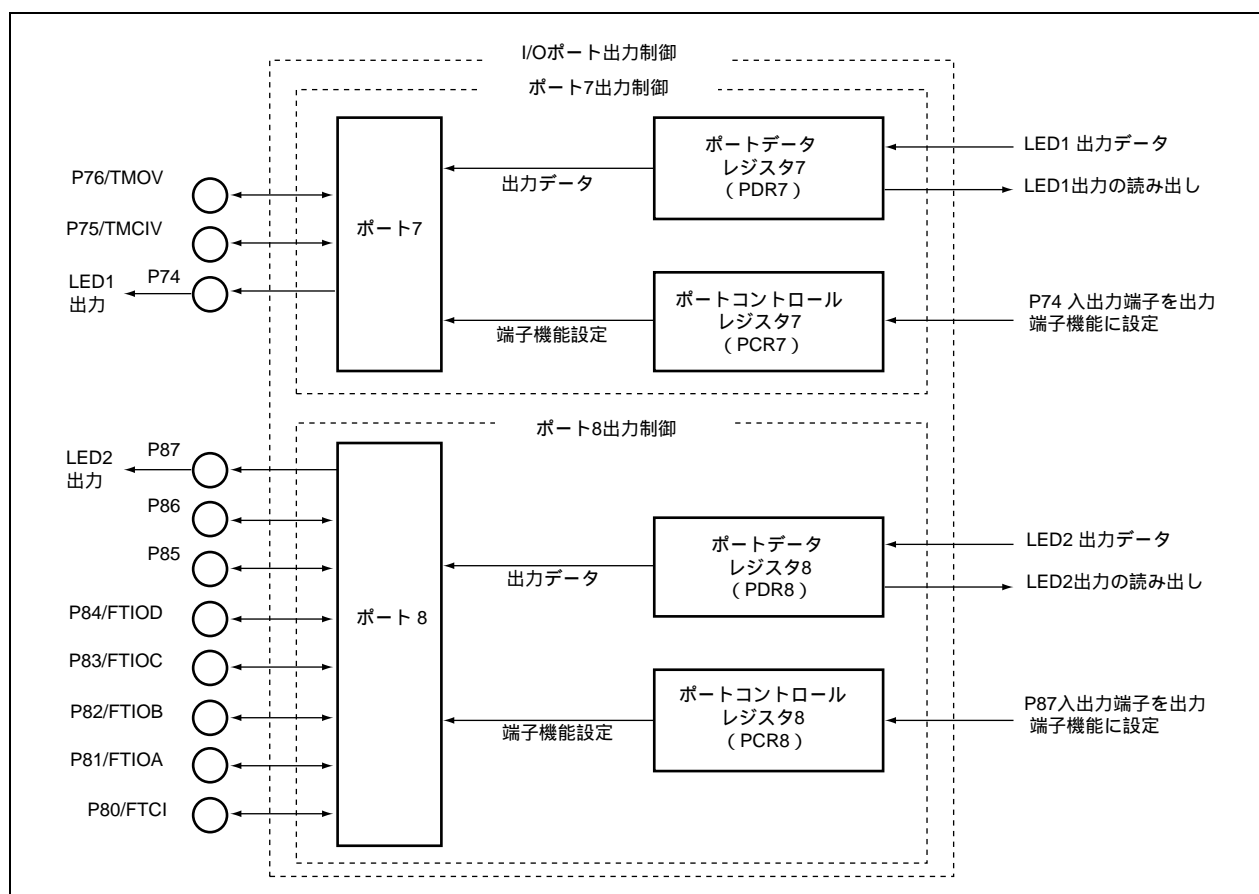

図 2.1 I/O ポート機能のブロック図
- (a) 図 2.1 に I/O ポート機能のブロック図を示します。以下に I/O ポートのブロック図について説明します。